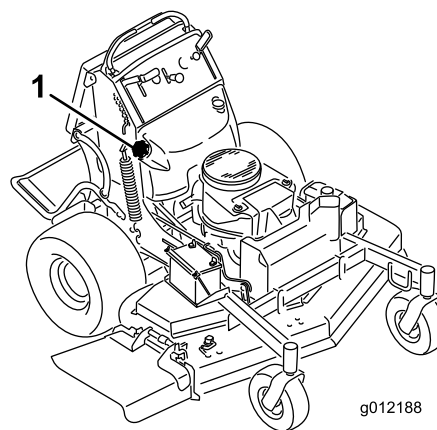

Figure 52
5. À l'aide du siphon, vidangez le carburant dans un bidon propre (Figure 52).